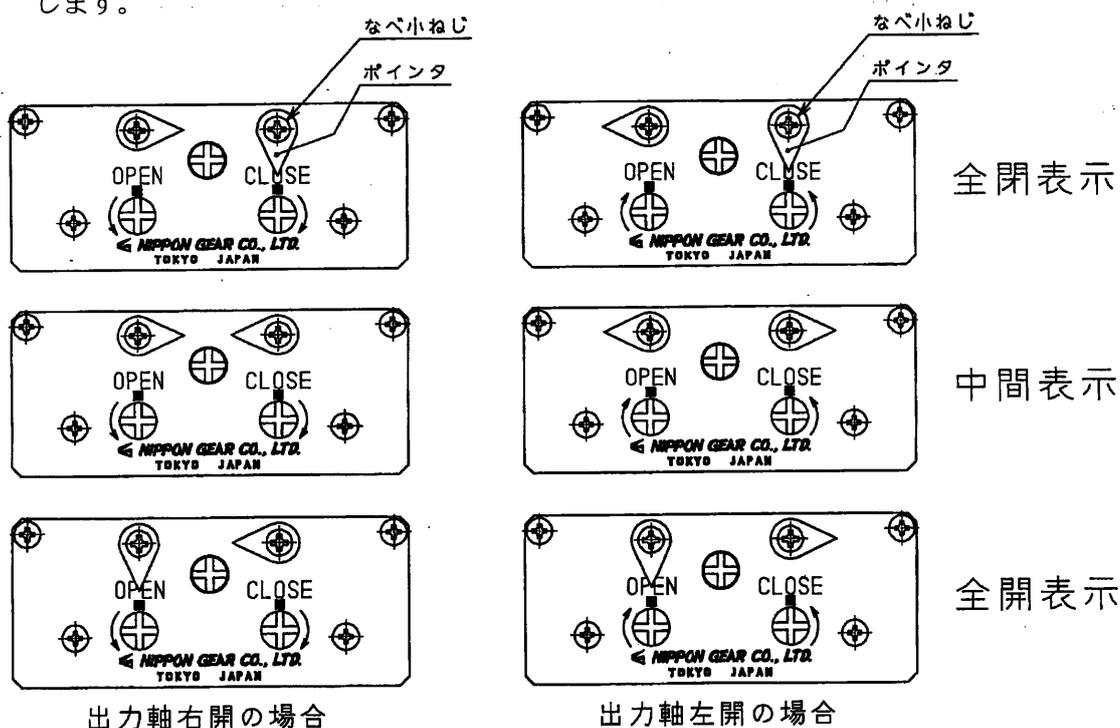

図5 簡易開度表示計の調整位置
- (1) 電動運転で全閉又は全開停止した位置で、ポインタが図5に示すようにOPEN又はCLOSEの文字の下にあるポイントを指すように、なべ小ねじを緩めて合わせてください。
- (2) 中間開度でのポインタは、全閉又は全開の位置に対して45°～90°回転した位置を指します。